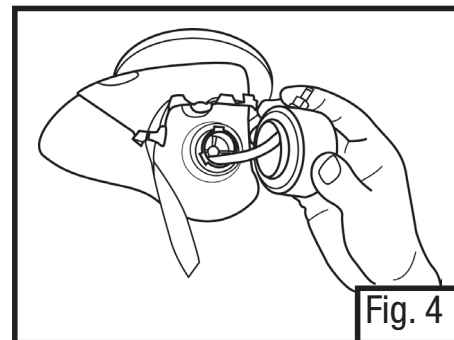

Fig. 4
5. Coloque a outra ponta do tubo de amostragem no respirador através de suporte do filtro e ultrapassar a válvula de inalação no respirador. Inserir o tubo de amostragem através do suporte do filtro na área mostrada, minimizar a chance de torcer a tubulação durante a instalação usando o adaptador. Com o respirador de peça facial completa, alimente esta extremidade do tubo também passando pelo copo nasal e, no caso de uma peça facial completa da série AV, a válvula de inalação do adaptador de baioneta AV-632 (Fig. 4).